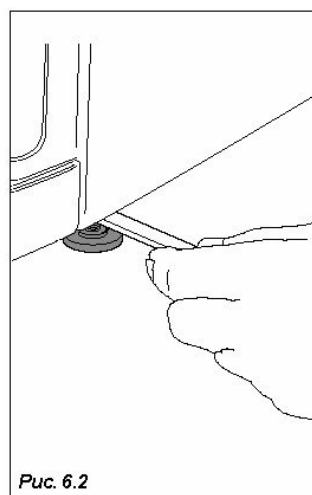

Рис. 6.2
- Устанавливая автомат, отрегулируйте уровень с помощью регулируемых ножек, которыми укомплектован автомат (Рис. 6.2). Убедитесь, что автомат установлен горизонтально, а уклон в любом случае составляет не более 2 градусов.